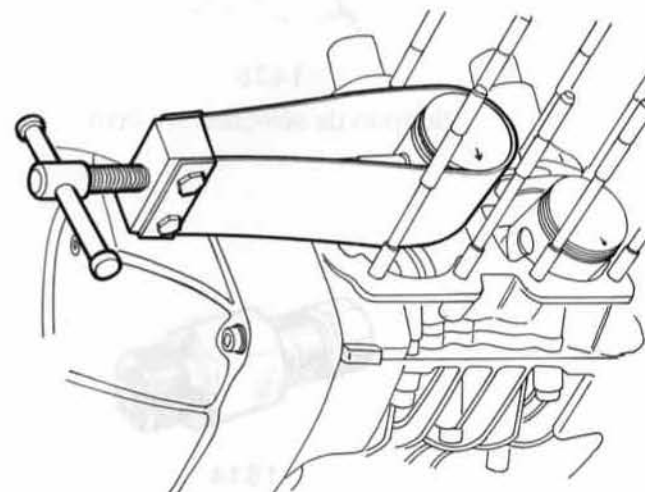

FIG 4
- Extraire les axes et déposer les pistons (dans le cas où les axes seraient durs à extraire, utiliser le chasse axe 17635, fig. 4).